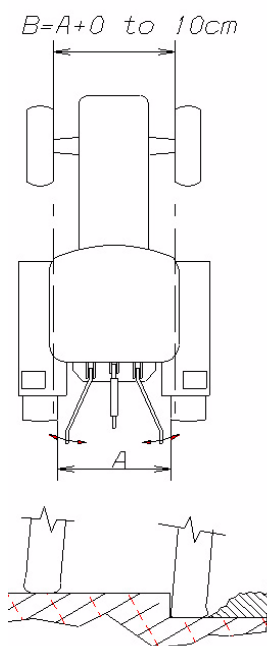

рис. 2
Требуется установка переднего противовеса трактора. В процессе пахоты НЕТ необходимости постоянно стабилизировать нижние тяги. Установка заднего колеса трактора между внутренними сторонами шин должна быть отрегулирована на 100 – 150 см при движении в борозде, установка передних колес должна быть на 0-10 см шире (рис. 2). Она должна варьироваться, поскольку находится в зависимости от присоединительной стойки, модели трактора и типа почвы. Когда часть шин трактора движется по земле с расстоянием (E) или же когда используется разрыхлитель борозды (рис. 3), расстояние между задними колесами будет $A + 2E$.